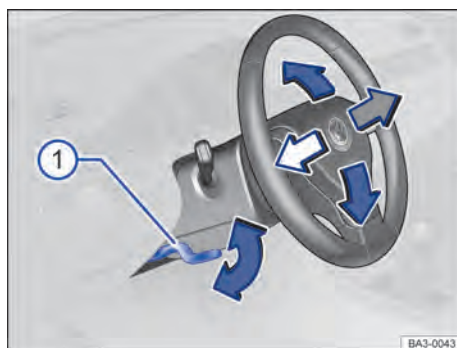

Fig. 64 Embaixo e à esquerda do volante junto com o revestimento da coluna de direção: alavanca de ajuste da posição do volante.
- Empurrar a alavanca para baixo → Fig. 64 ①. ▶